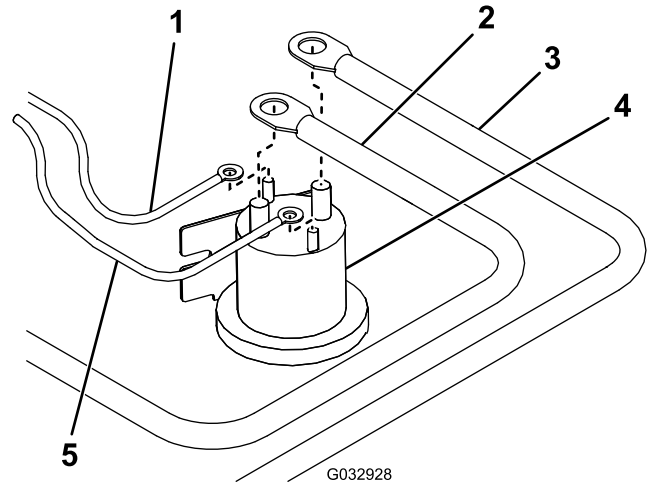

Figura 18
18. Conecte el cable blanco/negro del arnés de cables al borne pequeño del solenoide de la bomba (Figura 18).
19. Conecte el cable marrón del arnés de cables al otro borne pequeño del solenoide de la bomba (Figura 18).
21. Conecte el cable rojo de corriente/masa al borne grande del solenoide de bomba (Figura 18).
22. Conecte el cable de la batería al otro borne grande del solenoide de la bomba (Figura 18).